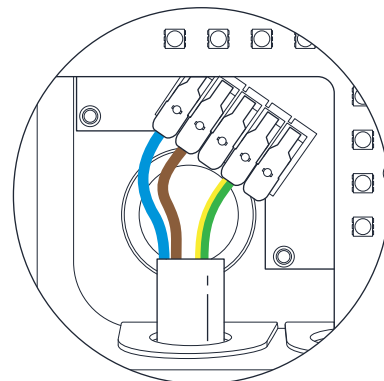

Abb. 8 – Adernfolge des Stromversorgungskabels
16. Stecken Sie die Leiter des Netzkabels in die auf der Leiterplatte angebrachten Steckverbinder und schließen Sie jeweils den Steckerhebel. Achten Sie darauf, dass die Drähte vollständig in die Steckverbinder eingeführt sind, dass keine abisolierten Teile der Drähte oder Litzendrähte sichtbar sein dürfen (elektrischer Schutz gegen direkten Kontakt). Ein unsachgemäßer Anschluss kann zu Fehlkontakten führen, die unter Umständen eine Brandgefahr darstellen. **(Abb. 8)**